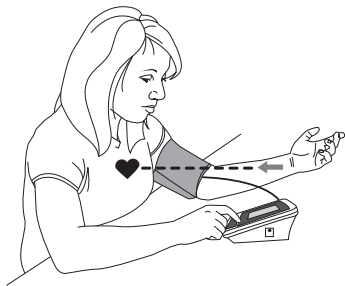

Fig. 1
3. Descanse su codo en una superficie sólida con la palma de la mano viendo hacia arriba. Eleve su brazo de manera que el brazalete quede a la misma altura de su corazón, Fig 1. Relaje su mano izquierda.